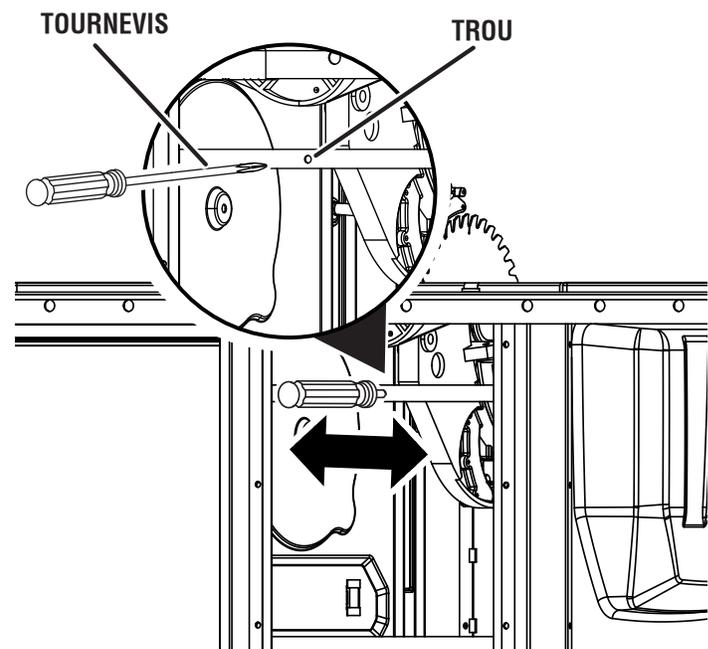

Fig. 55
- Insérer un tournevis dans le trou situé à l'arrière de la scie, comme montré à la Figure 55. Utiliser le tournevis pour déplacer le moteur et l'assemblage de lame vers la gauche ou la droite.